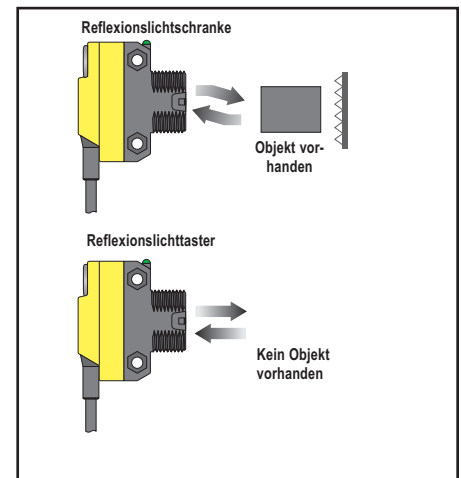

Abbildung 2. Dunkelschaltungs-Zustand
- Hell-Einstellung und Dunkel-Einstellung: eine Schaltschwelle, die von einer einzelnen Erfassungsbedingung aus ("Dunkel,-Zustand oder "Hell,-Zustand; siehe Abbildung 2) versetzt ist